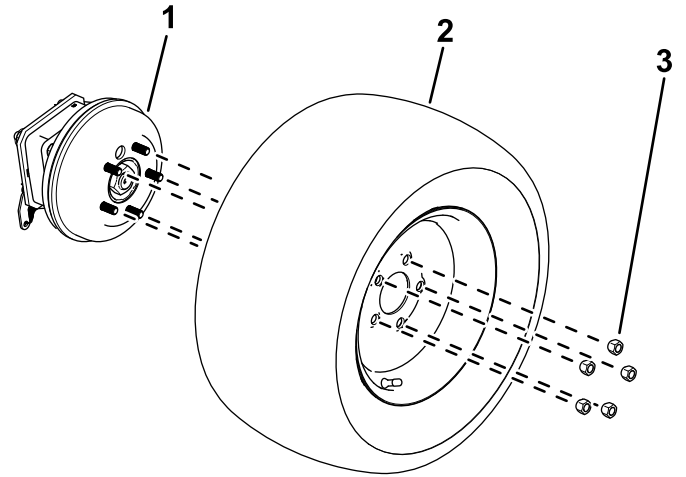

Figura 12
1. Slăbii i îndepărtați prezoanele roilor (Figura 12).
2. Îndepărtați roile de la butuci (Figura 12).
1. Utilizai piuliile îndepărtate anterior pentru a fixa anvelopele pe butucii roilor (Figura 12).